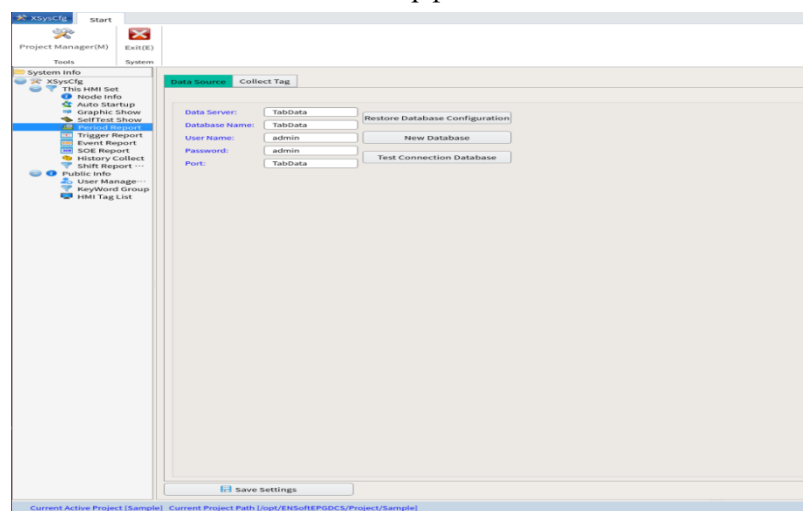

Рис. 5.2-3 Интерфейс Xsyscfg
- Приложение для конфигурирования сервера отчетов XSysCfg предназначено для настройки интерфейса сервера отчетов, как показано на Рис. 5.2-3;